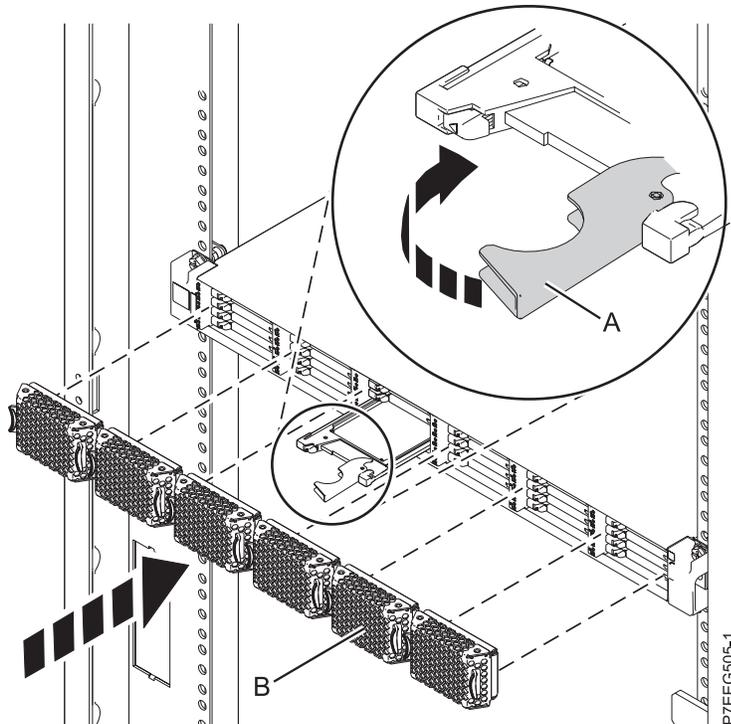

Figura 43. Sustitución de una unidad de estado sólido en Alojamiento de almacenamiento 5888 PCIe.
4. Cuando el LED de identificación de la unidad de estado sólido se encienda de manera fija, deslice la unidad de estado sólido hasta el fondo de Alojamiento de almacenamiento 5888 PCIe y asegúrese de que queda totalmente encajada. A continuación, gire el asa (A) hasta la posición de bloqueo. Consulte Figura 43 en la página 71.
6. Instale la placa frontal (B).